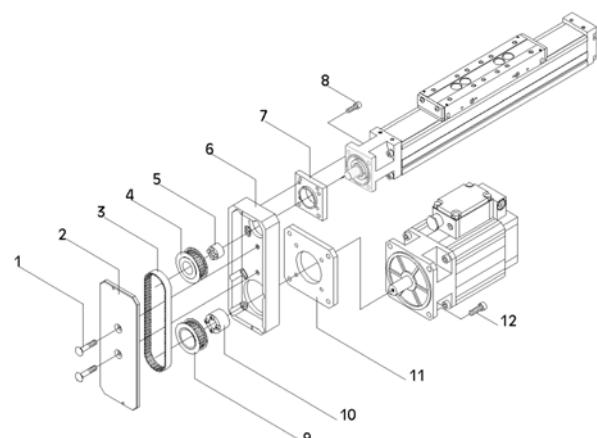
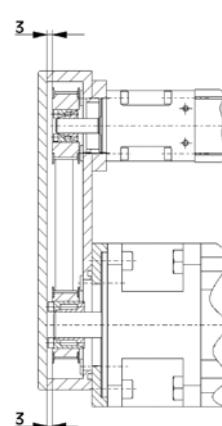

Fig. 8: Azionamento a cinghia RT40
Fig. 9: Azionamento a cinghia RT40
1. **Fig. 8:** Fissare l'alloggiamento (6) con la lastra intermedia (7) alla sede del cuscinetto del WM40.
2. Inserire la puleggia sincrona (4) con il calettatore DKWN di diametro interno 8 mm (5) nell'alberino di azionamento del WM40.
3. Fissare il motore di azionamento con la flangia intermedia (11) all'alloggiamento. Non serrare le viti.
4. Inserire la puleggia sincrona (9) con il calettatore DKWN di diametro interno 14 mm (10) nell'albero motore.
5. Montare la cinghia dentata (3) su entrambe le pulegge sincrone e allineare le pulegge. Fissare ora le pulegge sincrone con i calettatori DKWN sull'alberino di azionamento e sull'albero motore. (Per la coppia di serraggio delle viti del calettatore DKWN vedi tabella al Capitolo 10 "Dati tecnici"). Distanza tra spigolo superiore dell'alloggiamento e puleggia sincrona 3 mm (vedi Fig. 9).
1. **Fig. 8:** Tensionare la cinghia dentata spostando il motore con la flangia intermedia (11).
2. Avvitare il coperchio (2) sull'alloggiamento.